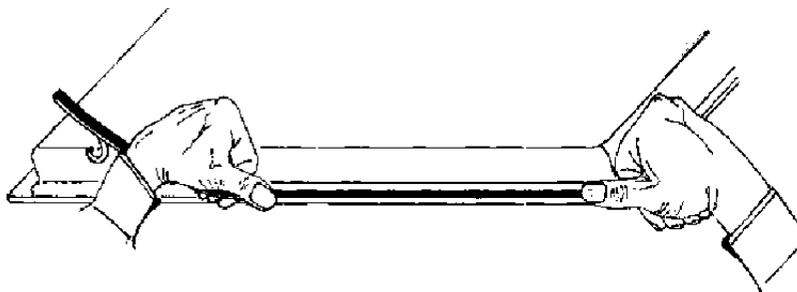

Рисунок 4 – Крепление уплотнения
6.2.2 Для плотного и герметичного прилегания стола под фланец корпуса положите уплотнительную ленту (рис. 4), при этом не допускайте зазоров и нахлестов уплотнения.